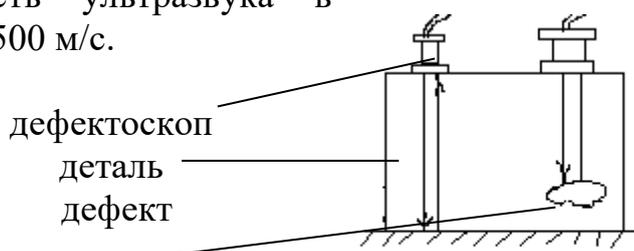

Рисунок 1.1 – Схема измерений
**Задача 1.4.34.** Стальную деталь (рисунок 1.1) проверяют ультразвуковым дефектоскопом, работающим на частоте 1 МГц. Первый отражённый сигнал был получен через 8 мкс после посылки, а второй – через 20 мкс. На какой глубине обнаружен дефект? Какова высота детали? Скорость ультразвука в стали 500 м/с.